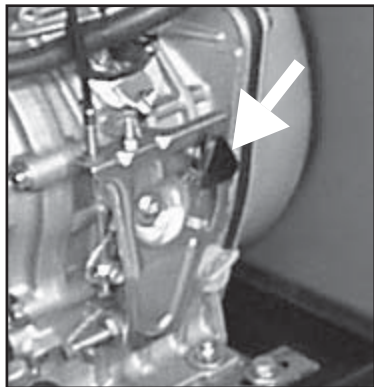

Abb. 7
- 2) Version P3500 - P4500 - P6000 - WP180 (Motor YANMAR): die Beschleunigungsteuerung auf dem Motor (siehe Abb. 7) wieder nach oben schieben. Abwarten bis der Motor komplett abgeschaltet ist. Danach den Schlüssel wieder in die Position „OFF“ drehen.